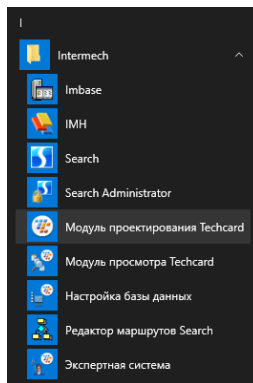

Рисунок 1.7 – Завантаження модуля проектирования Techcard
3. В меню **Пуск – Все программы – Intermech** завантажте **модуль проектирования Techcard** (рис. 1.7).